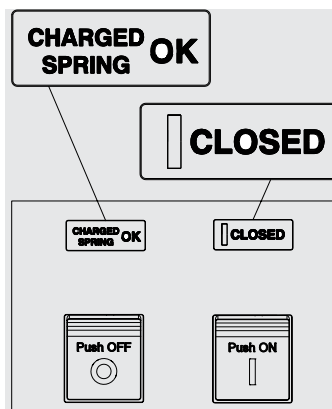

Figura 52
4. Interruptor cerrado con resortes cargados (véase Figura 52). Este estado se verifica cuando después del cierre (véase paso 4 - Figura 52) se recargan los resortes manualmente o automáticamente con el motorreductor (si lo equipa).